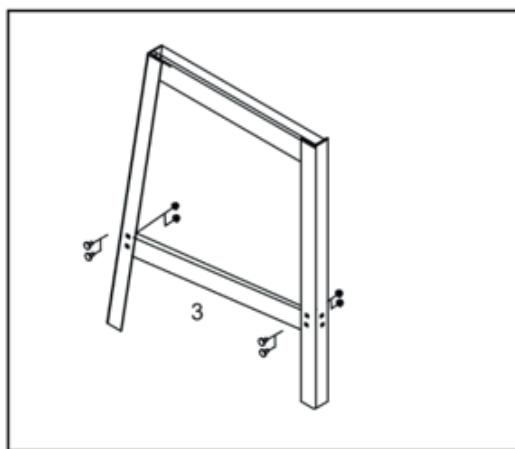

Рис. 8.
3. Прикрепите нижнюю длинную планку (№3) к паре ножек с помощью гаек и болтов (рис. 8). На этом сборка одной стороны подставки завершена.
Шлифование диском подходит для обработки небольших ровных поверхностей и выпуклых краев. При работе используйте только левую половину диска (рис. 8), то есть ту сторону, где направление вращения диска направлено вниз к столу.